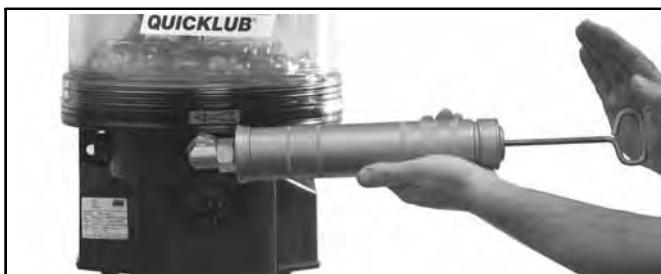

Fig. 9-2 Riempimento manuale del serbatoio (dal basso) T-P2034L-040b08
- Riempire il serbatoio attraverso l'apposito nipplo (vedi fig. 9-1), tramite un raccordo di riempimento per cartucce (vedi fig. 9-2) o, se disponibile, attraverso l'apertura dall'alto fino alla tacca "Max.".